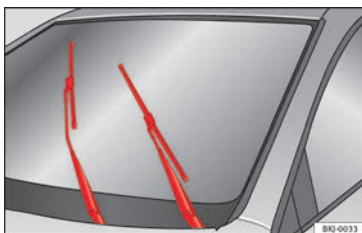

Fig. 88 Tergicristalli in posizione di manutenzione.
- Accendere e spegnere il quadro, quindi (dopo circa 9 secondi), spostare la leva dei tergicristalli verso il basso (tergiture singola). Le spazzole si posizionano nella posizione di manutenzione » **fig. 88**.